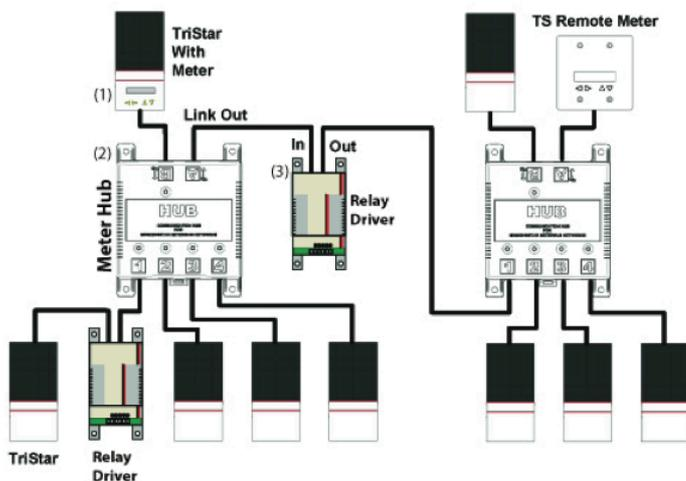

Рис. 21. Пример разветвленной сети с несколькими концентраторами
Принципы распределения питания диктуют следующую схему построения сети MeterBus (рис. 21). Данная схема отличается от схемы разветвленной сети, приведенной выше в примере 4. По причине того, что один контроллер TriStar может питать не более 3 устройств, выход RD-1 не может быть подключен ко входу второго концентратора. Другой контроллер TriStar должен быть использован для питания второго концентратора и дисплея. Для объединения двух концентраторов в данной сети выход RD-1 (3) подключается к одному из изолированных портов второго концентратора. Рис. 21 иллюстрирует один из способов объединения 14 устройств в одной сети.